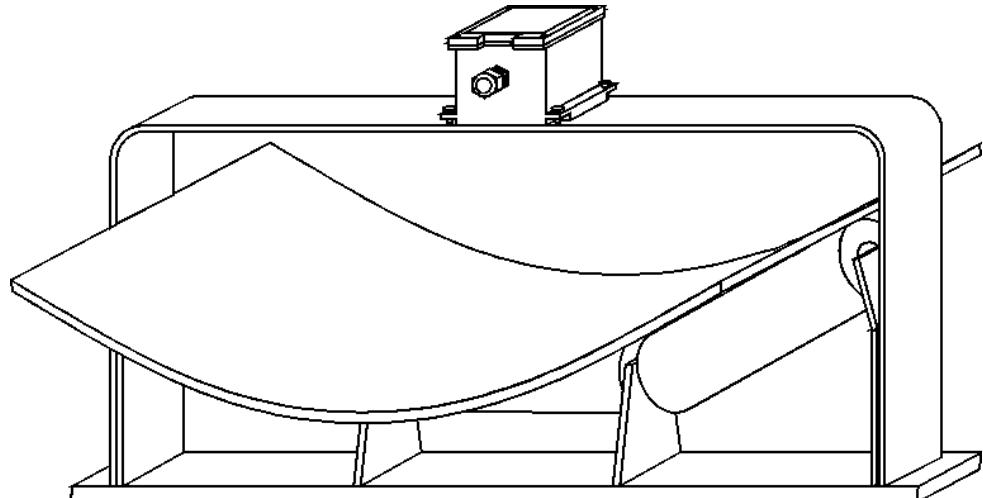

Рис. 10. Контроль наличия продукта на движущейся ленте конвейера.
**Для контроля наличия материала на конвейерной ленте РДД-02А** устанавливается над рабочей веткой конвейера (рис. 10). Любой продукт отражает радиосигнал гораздо лучше гладкой резиновой ленты. Чувствительность датчика уменьшается до такого положения, при котором РДД-02А не реагирует на порожнюю ленту, а срабатывает только при движении ленты с продуктом.